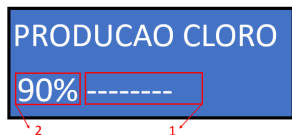

Figura 35
22. Para definir o modo de operação desejado navegue pelo menu principal até encontrar a tela “PRODUCAO CLORO” (figura 35) e então pressione a tecla “OK”, para ser direcionado a tela que determina a porcentagem de geração de cloro.
Os modos de operação no qual o Gerador de Cloro EASYCLOR PRO pode operar são (Figura 35 – Item 1):